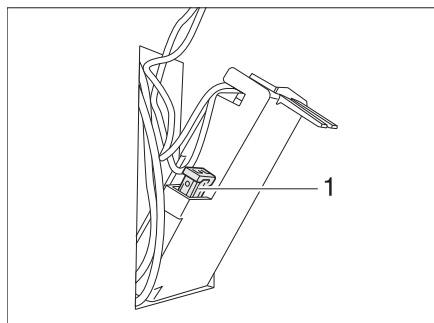

Fig. 241 Fusible des toilettes Thetford
- Changer le fusible (Fig. 241,1).